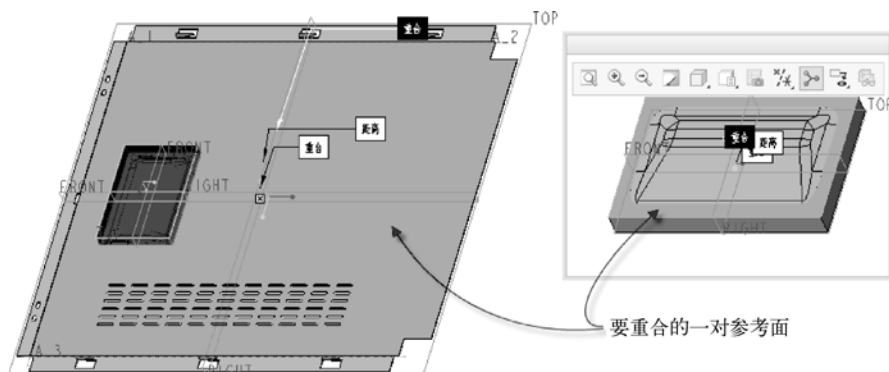

图 6-37 指定重合参考面
(6) 在“放置”面板中单击“新建约束”, 从“约束类型”下拉列表框中选择“重合”选项, 选择要重合的一对参考面, 如图 6-37 所示。